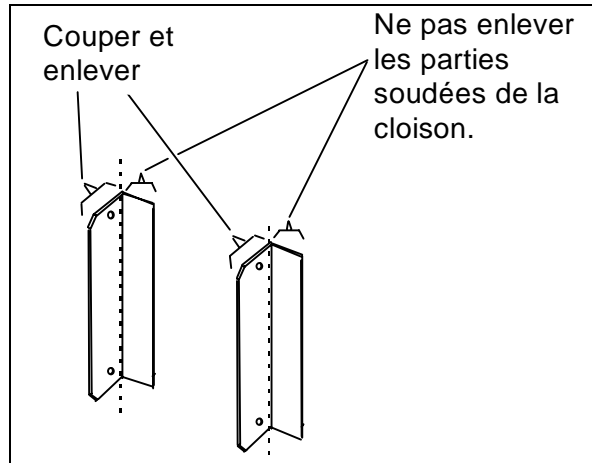

FIGURE 8: CORNIÈRES D'ATTACHE
1. Couper les cornières d'attache comme décrit à la Figure 8. Ceci est nécessaire afin de permettre l'installation de l'ensemble de renforcement. Pour prévenir l'endommagement du mur il est recommandé de laisser les pièces soudées sur la cloison.